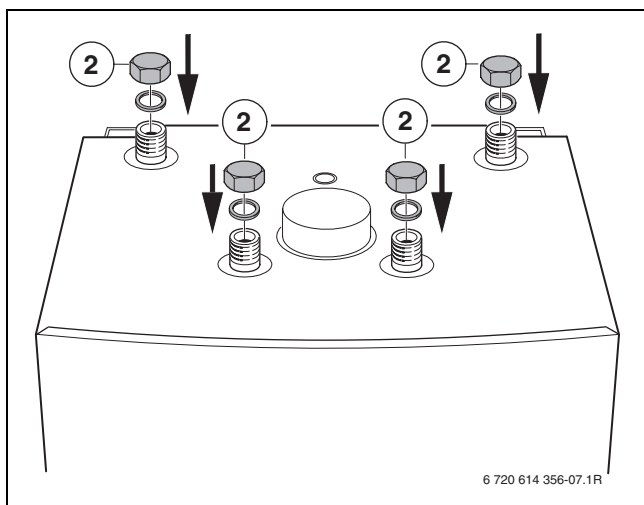

Fig. 5
- ▶ Înainte de a umple boilerul, montați capacele oarbe pe ștuțurile nefolosite (→ Fig. 5 de la pagina 9).